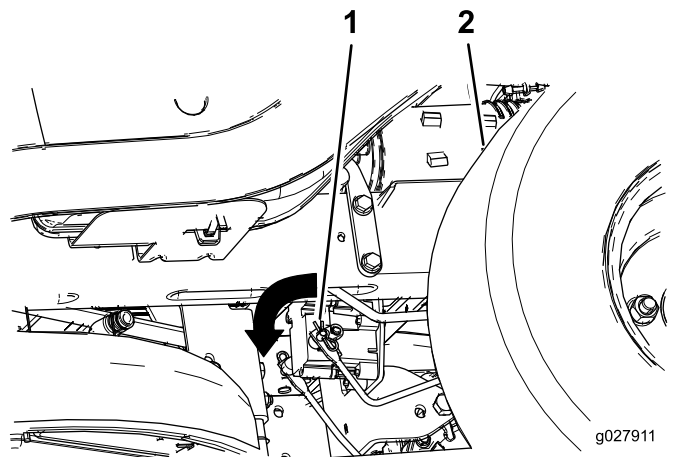

Figura 50
3. Localize o veio no travão elétrico onde os braços de articulação do travão estão ligados (Figura 50).